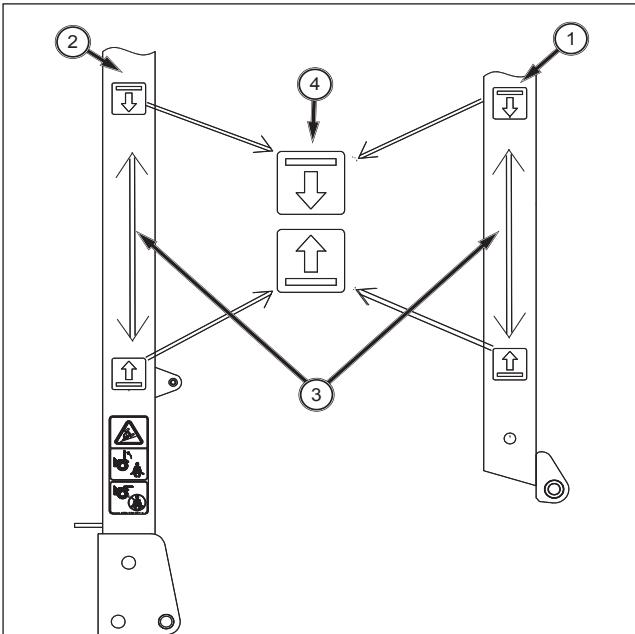

FIG. 94
ATTENTION : Fig. 94 - Lorsque vous repliez l'arceau de sécurité arrière (1) ou l'arceau de sécurité central (2) et que vous les replacez en position droite, agrippez la partie délimitée (3) entre deux étiquettes (4) de l'arceau de sécurité.